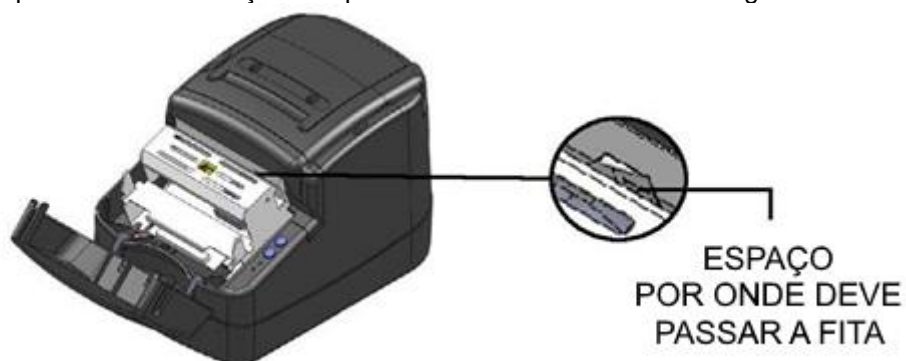

Figura 11: Espaço de passagem da fita
- A fita deve passar pela frente da cabeça de impressão conforme mostrado na Figura 11.